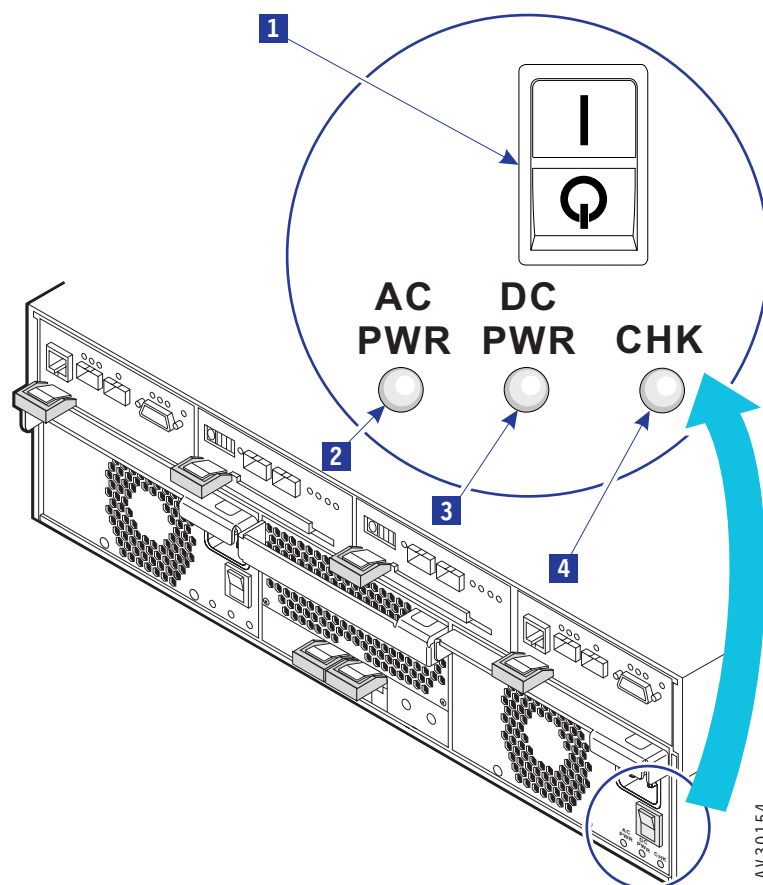

図28. 電源スイッチおよびインジケータの検査
3. 41 ページの図 28 のように、電源ケーブルのもう一方の端をラック内の電源供給部に接続します。電源供給部にスイッチがある場合、必ずオンにして下さい。緑色の AC PWR インジケータ **2** がオンになります。